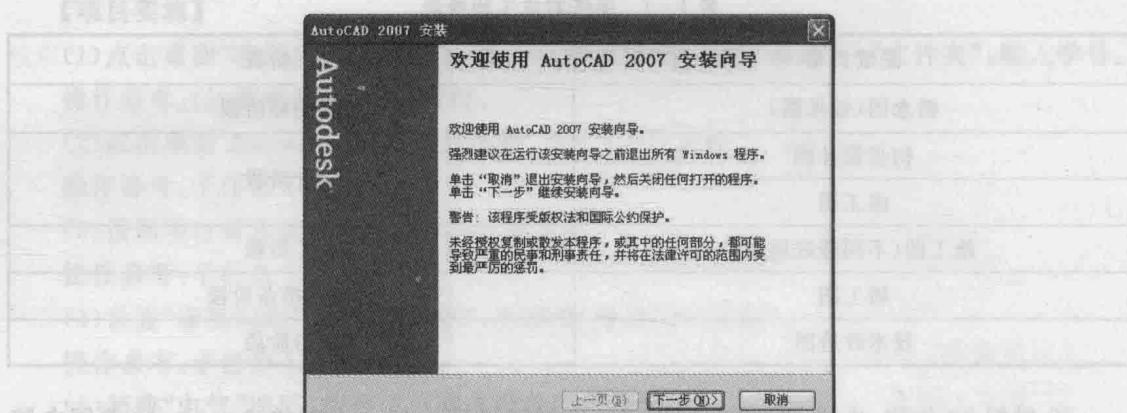

图 1-3 安装界面
(2)在弹出的AutoCAD 2007中文版安装界面中,点击“安装产品”按钮,然后按照提示进行下一步。如图1-3所示。